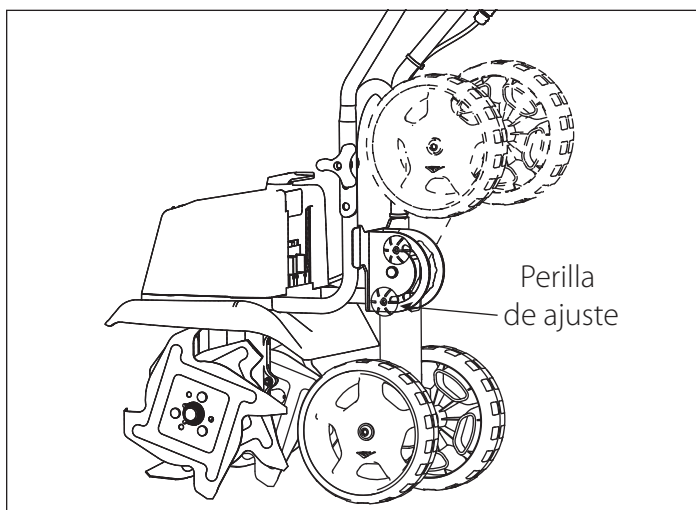

Figura 6
5. Para ajustar la altura de la rueda, mantenga presionada la perilla de ajuste hasta que se alcance la altura deseada, luego suelte la perilla. **CONSULTE LA FIGURA 6**